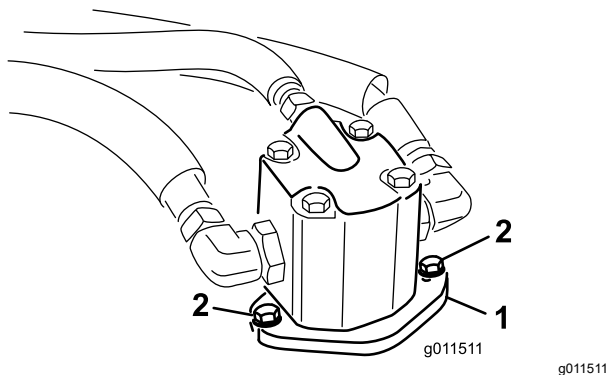

Figura 78
4. Retire los pernos que sujetan el motor hidráulico a la unidad de corte (Figura 78).